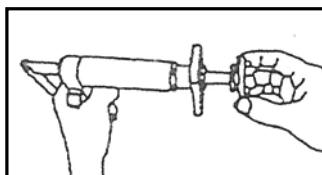

Abb. 1
Bringen Sie einen geeigneten Magnetadapter (1) am Werkzeug an, und bringen Sie das Werkzeug danach auf dem Bremskopf an. Siehe Abb. 1 (Die Druckspindel wird dazu verwendet, den Magnetadapter mit dem Druckrohr zu verbinden. Die richtige Vorgehensweise, um an der Sattelbremse zu arbeiten, ist es, einen geeigneten Magnetadapter zu wählen, indem man ihn in die Druckspindel am Bremskopf einführt.)